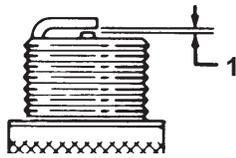

Bild 33
6. Stellen Sie den Elektrodenabstand an der Zündkerze auf 0,76 mm ein, wie in Bild 33 dargestellt.